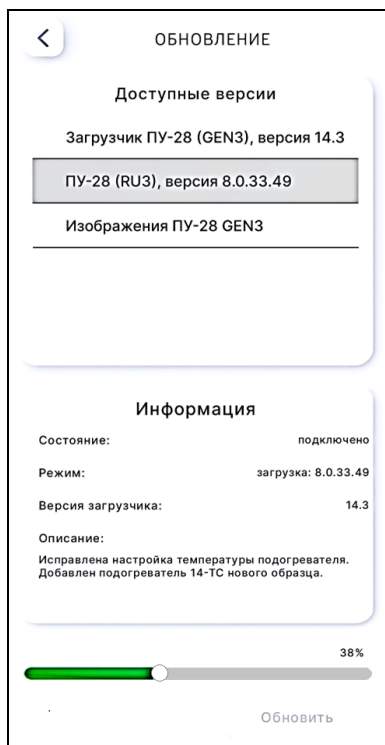

Рис. 35. Окно «Обновление»
2. Выберете Ваше устройство управления и коснитесь иконки «Обновить». Запустится обновление программы пульта управления (Рис. 35).